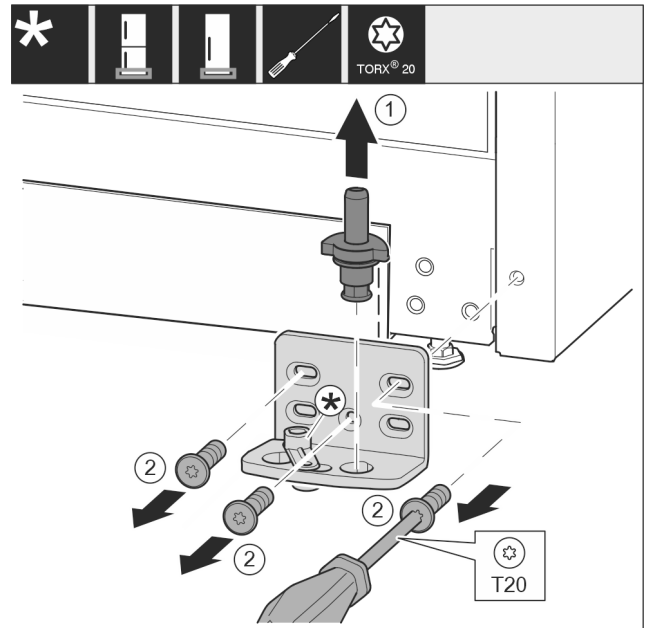

Fig. 12
- ▶ 将轴承螺栓完全向上拉出。 Fig. 12 (1)
- ▶ 用 T20 螺丝刀将螺钉旋出并取下托架。 Fig. 12 (2)